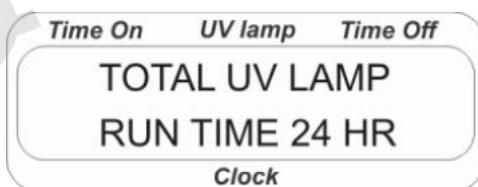

Fig. 5. Affichage en mode de durée de fonctionnement total de la lampe
4.11. Appuyez sur la touche **Set** pour indiquer la durée de fonctionnement totale de la lampe (Fig.5).